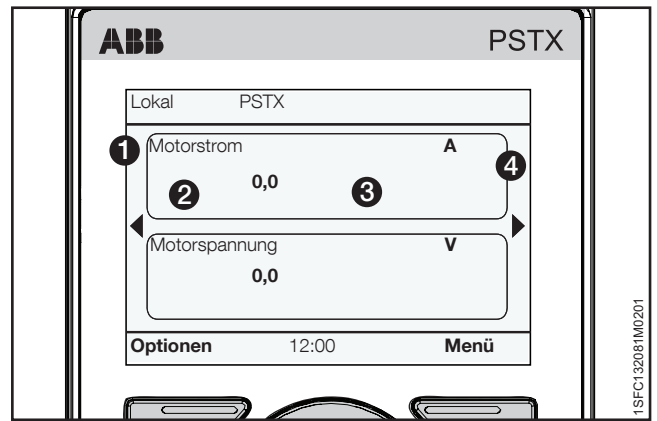

Abbildung 6.14
Wählen Sie den Anzeigestil für die Startansicht aus. Der ausgewählte Anzeigestil wird gezeigt durch ② in **Abbildung 6.14**. Wählen Sie numerische, Mess- oder Kurvendaten:
Wählen Sie die Anzahl der Dezimalstellen in der Startansicht. Ändern Sie die Anzahl mithilfe der Navigationstasten. Drücken Sie auf „Speichern“, um den Wert zu speichern. Dezimalstellen sehen Sie in ③ in **Abbildung 6.14**.
Drücken Sie auf , um den Anzeigenamen zu speichern. Der Anzeigenamen wird durch ① in **Abbildung 6.14** angezeigt.
Wählen Sie den Mindestwert für die Startansicht. Ändern Sie den Wert mithilfe der Navigationstasten. Drücken Sie auf , um den Wert zu speichern. Der Wert wird durch ③ in **Abbildung 6.14** angezeigt.
Wählen Sie den Höchstwert für die Startansicht. Ändern Sie den Wert mithilfe der Navigationstasten. Drücken Sie auf , um den Wert zu speichern. Der Wert wird durch ③ in **Abbildung 6.14** angezeigt.